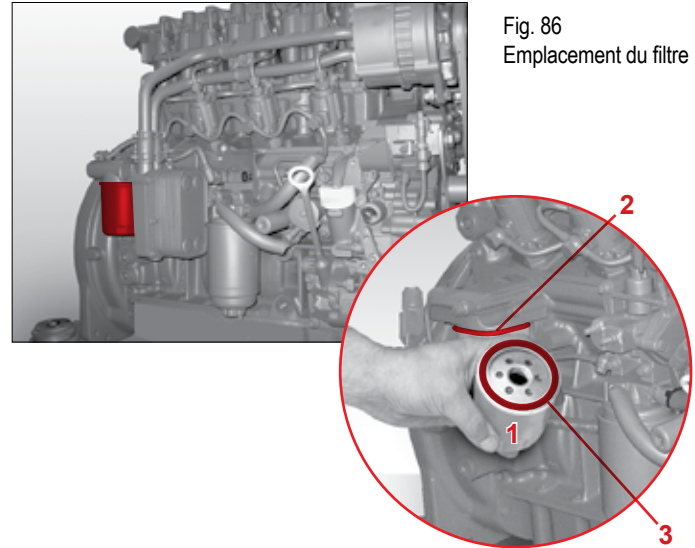

Fig. 86
Le filtre à huile moteur est situé sur le coté gauche du moteur (Fig. 86).
2. Dévisser le filtre à huile moteur pos. 1 (Fig. 86).
3. Nettoyer la surface d'étanchéité du porte-filtre pos. 2 (Fig. 86).
4. Huiler légèrement le joint en caoutchouc du nouveau filtre à huile moteur pos. 3 (Fig. 86).